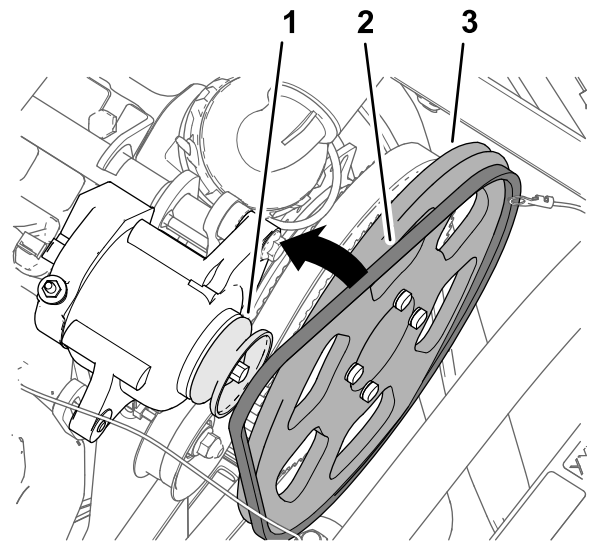

图 182
3. 将 V 形带组装到驱动皮带轮279mm和交流发电机的皮带轮上图 182。